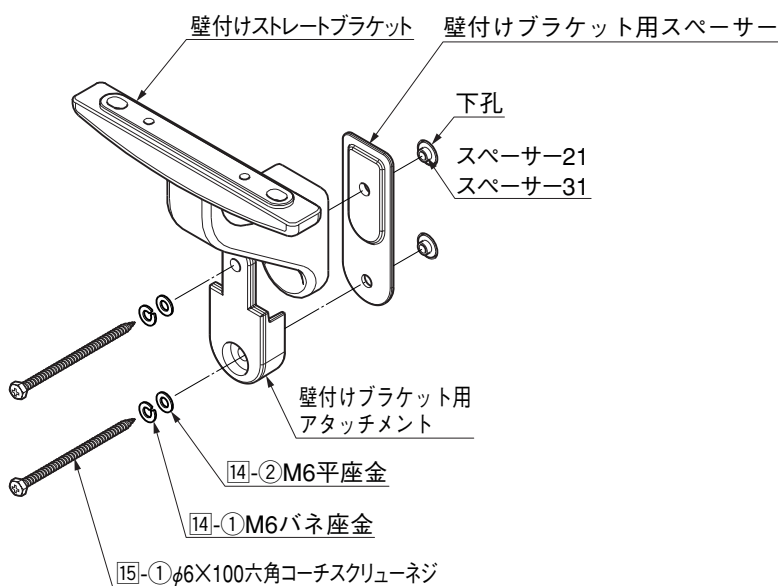

図1-7
- ⑤ 壁付けストレートブラケット・壁付けブラケット用アタッチメントおよび壁付けブラケット用スペーサーを[14]-②、[14]-①、[15]-①、で仮止めしてください。（図1-7参照）
- ⑥ (1)の「壁付け仕様の場合」を参照して、ビームおよび継手を取付けてください。